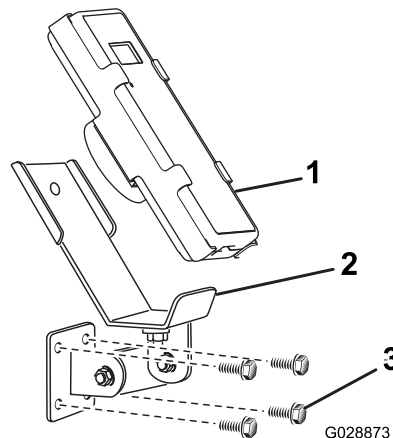
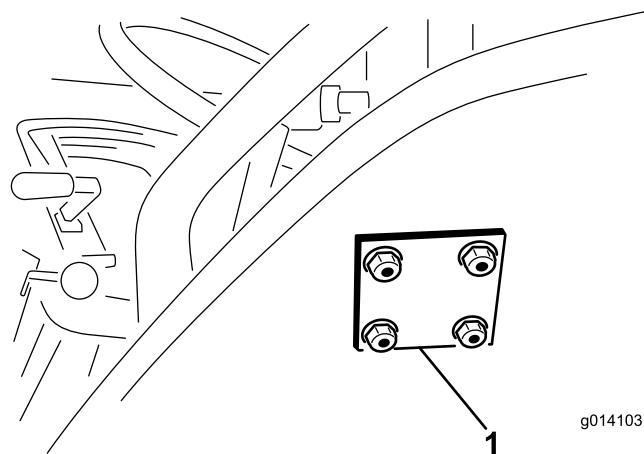

Figure 14
Figure 15
- Fixez le support et la plaque d'appui avec 4 boulons à embase (5/16" x 1 1/2") et contre-écrous à embase (Figure 14 et Figure 15).